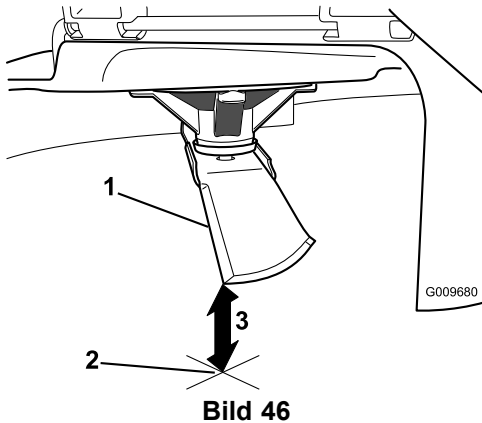

Bild 46
5. Messen Sie von der Messerspitze bis zu ebenen Fläche (Bild 46).